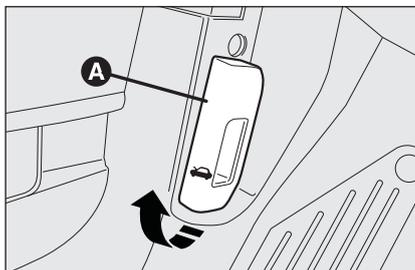

fig. 96
- tire de la palanca **A-fig. 96** en el sentido indicado por la flecha;